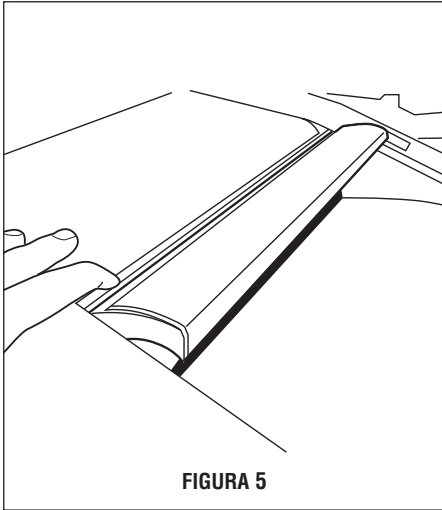

FIGURA 5
**FIGURA 5.** Se proporciona una protección para su mayor seguridad. Si necesitara vaciar los desechos o acceder al fotosensor según se describe en la Figura 7, simplemente empuje la parte superior de la protección para obtener acceso.
Para un mejor rendimiento se recomienda aceitar las cuchillas de corte cuando se observe una reducción en la capacidad de triturado. Siga los pasos a continuación para aceitar las cuchillas de corte (**ver Figura 5**).